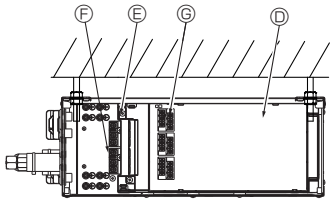

Fig. 8-3
3. Raccordez fermement chaque fil sur le bloc de sortie appropriée. (Fig. 8-3)